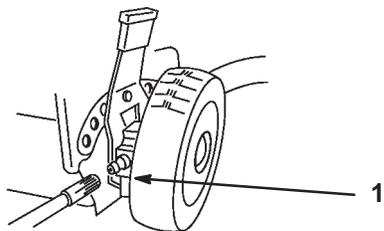

Figure 24
1. Essayer les graisseurs des leviers de réglage de hauteur des roues arrière à l'aide d'un chiffon propre (Fig. 24).